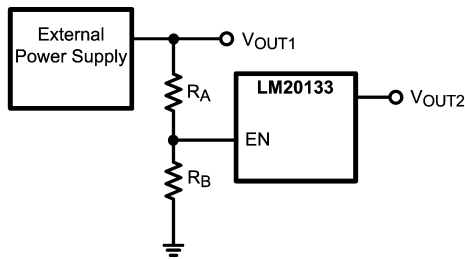

FIGURE 6. Sequencing LM20133 with Precision Enable
LM20133 の高精度イネーブル (EN) ピンおよびパワーグッド (PGOOD) ピンを使って、多くのシーケンス要件に対応できます。Figure 6 に示すとおり、2 つの外部抵抗を使用することにより、高精度イネーブル・ピンで LM20133 のターンオンを制御できます。